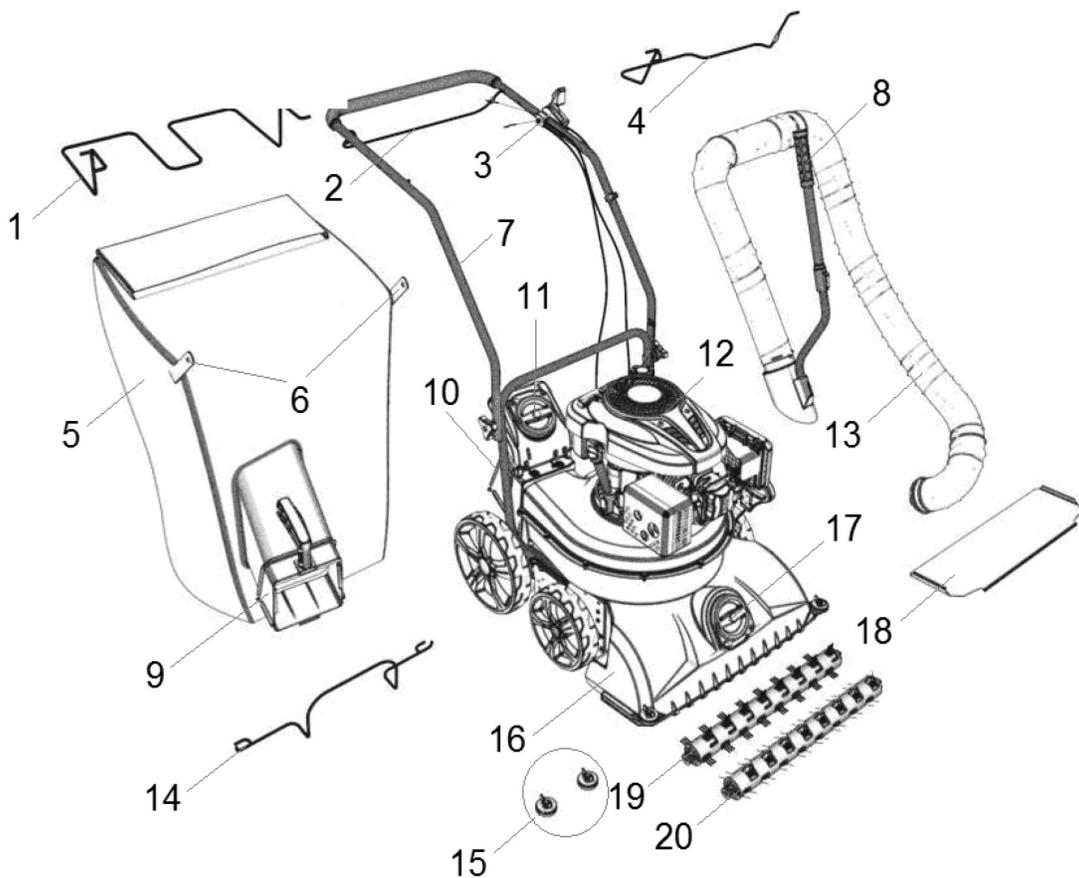

Рис. 4
3. ВНЕШНИЙ ВИД И ОСНОВНЫЕ ОРГАНЫ УПРАВЛЕНИЯ (РИС. 4)